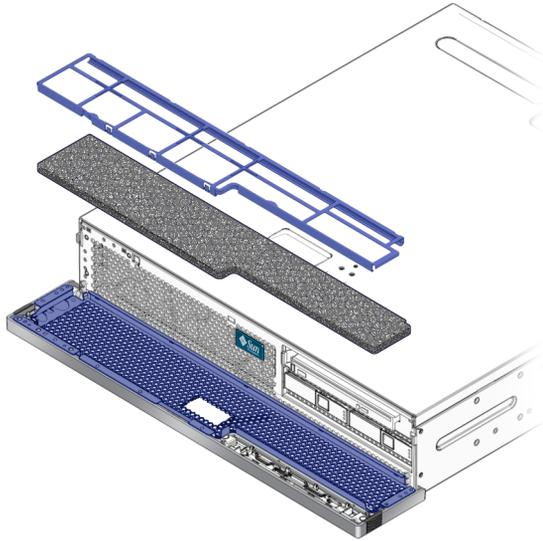

ABBILDUNG 2-2 Einbauen des Luftfilters in der Frontblende
4. Setzen Sie den neuen Luftfilter in die Frontblende ein, sodass er einrastet (ABBILDUNG 2-2).